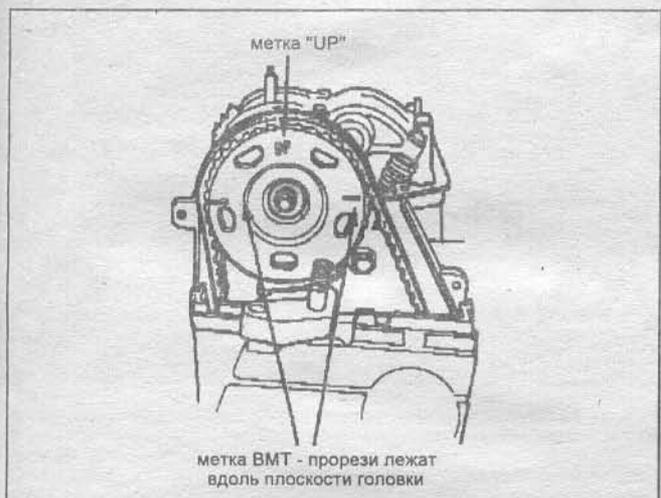

Рис. 7.22 При монтаже шестерни следите чтобы маленькое отверстие (верхняя стрелка) или маркировка "UP" была вверху.
19. Установите шпонку и вставьте зубчатый шкив привода распределвала. Затяните болт крепления зубчатого шкива с усилием, описанным в спецификации. Для предотвращения вращения вала просуньте в отверстие зубчатого шкива большую отвертку или вороток. Убедитесь, что установочные метки на зубчатом шкиве стоят правильно относительно головки цилиндров (см. рис. 7.22).